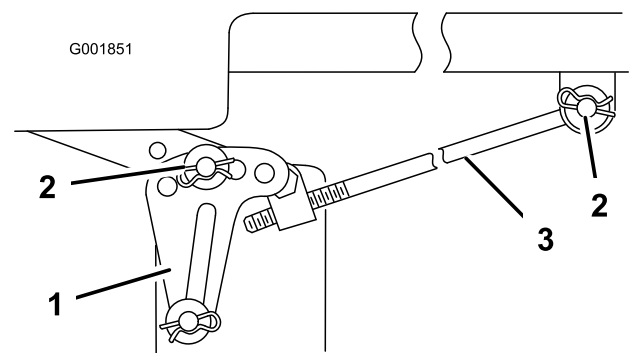

Figure 58
Remarque: Avant de déposer le plateau de coupe, notez les trous de fixation des pattes de mise à niveau (Figure 58).
5. Retirez la goupille fendue et la rondelle de la tige de réglage (Figure 58) de chaque côté du plateau de coupe.
6. Retirez la goupille fendue et la rondelle des pattes de mise à niveau (Figure 58) de chaque côté du plateau de coupe. Notez le trou de montage de la patte de mise à niveau en prévision de la repose. Dégagez les pattes de l'axe de montage
6. Fixez la tige de réglage à la machine à l'aide de la rondelle et de la goupille fendue (Figure 58) de chaque côté du plateau de coupe.
7. Glissez les pattes de mise à niveau sur les axes de montage et fixez-les à l'aide des rondelles et des goupilles fendues (Figure 58).